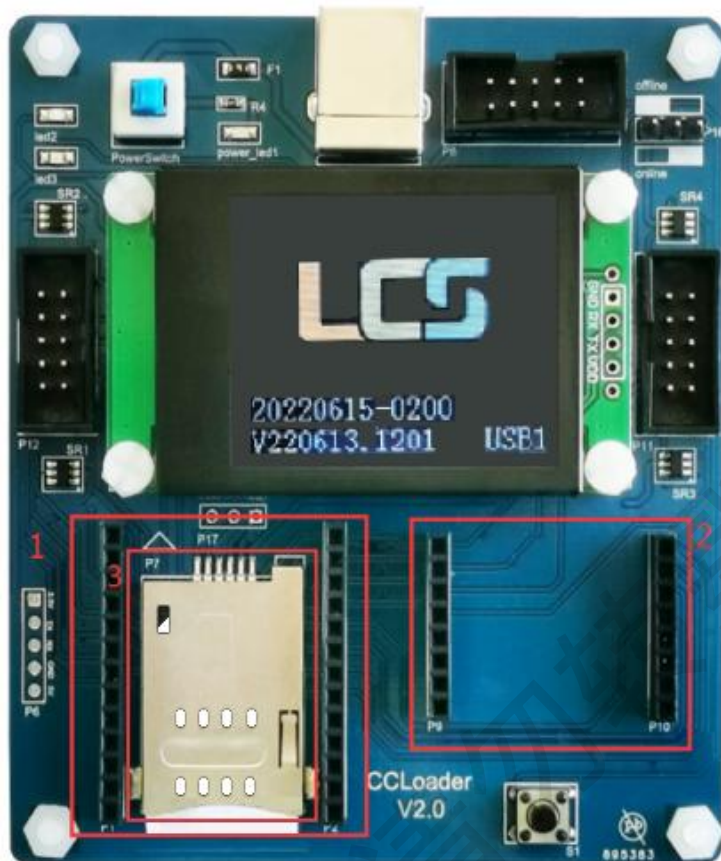

图 5-9
(1) 按照图 5-9 所示方向将对应的 PSAM 卡插入 3 号红框位置。接入或者不接入转接板和转接座不影响操作。将 USB 接至 PC 端，点击板子左上角位置的自锁开关，此时液晶屏亮起，显示凌科芯安 logo 信息，证明启动成功，如下图所示。